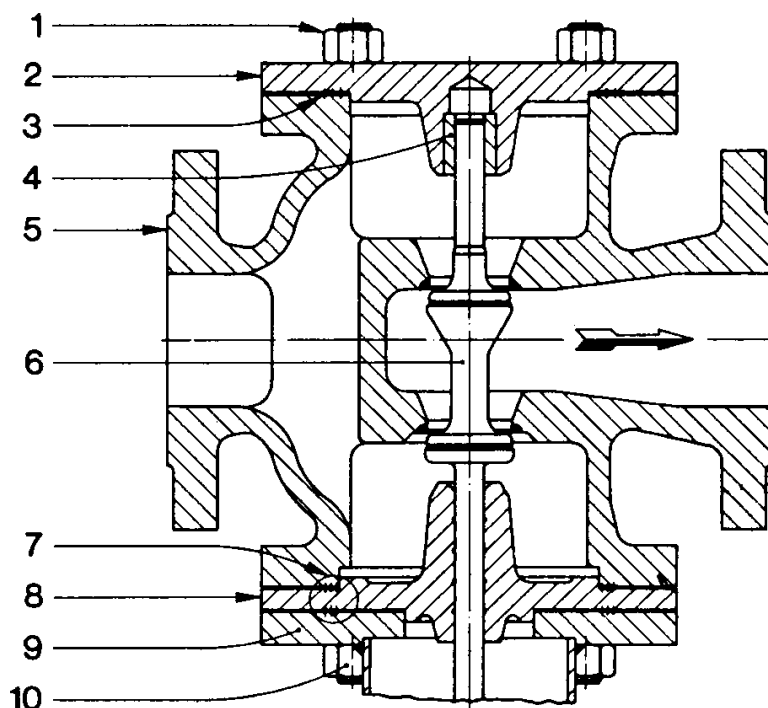

Fig.2
N.B. Nel caso di sfioratori a doppia sede (vedere fig. 2), dopo aver tolto il coperchio inferiore con guida pos.8, si può sfilare il fungo pos.6 dal corpo valvola pos.5 senza dover togliere il coperchio superiore pos.2.